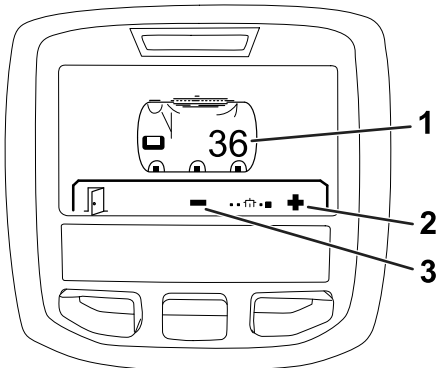

Figura 21
2. Pressione o botão de seleção direito e, em seguida, pressione o botão de seleção esquerdo para entrar no ecrã do depósito (Figura 21).
3. Utilize o botão de seleção central e o botão de seleção direito para ajustar o volume do depósito (Figura 21).